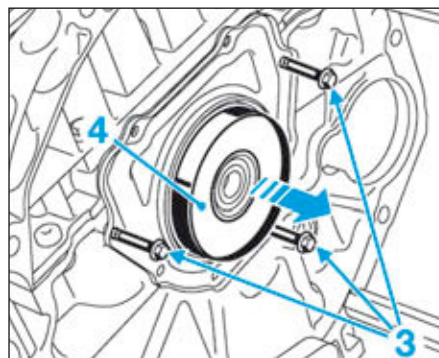

FIG.57
- Déposer le protecteur de joint (4) puis les trois vis de guidage (3) (Fig.57).